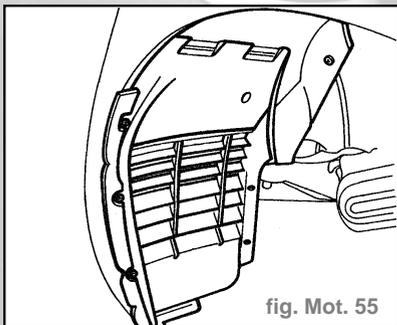

fig. Mot. 55
- Déposer le cache-poussière représenté (fig. Mot. 55).